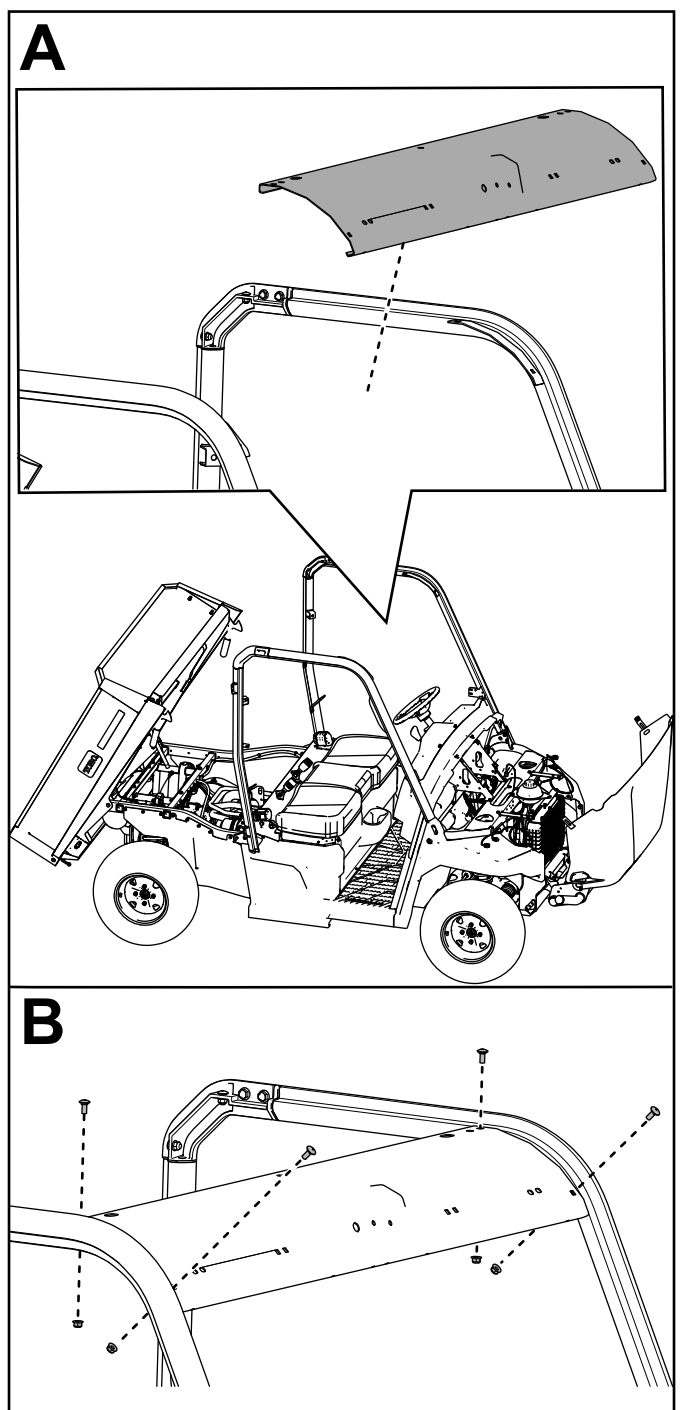

Figure 16
11. Fixez la barre transversale avant aux barres avant de l'arceau de sécurité à l'aide de 4 boulons de carrosserie ( $\frac{5}{16}$  x  $\frac{3}{4}$  po) et 4 contre-écrous ( $\frac{5}{16}$  po), comme montré à la Figure 16.